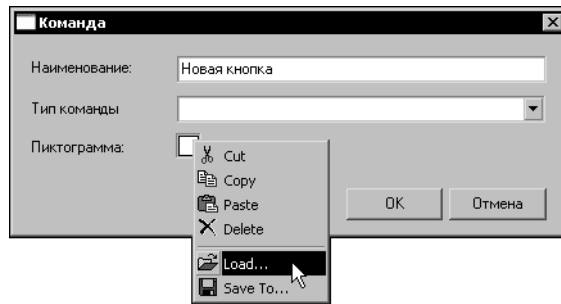

Рис. 18.7. Операции над пиктограммой кнопки
4. Выберите пиктограмму для кнопки — установите указатель на контуре пиктограммы, нажмите правую кнопку мыши и в контекстном меню выберите команду **Load...** (рис. 18.7). В диалоговом окне **Открыть** выберите пиктограмму2 для кнопки, предварительно подготовленную в формате \*.bmp, и нажмите кнопку **Открыть**.
3. Щелчком правой кнопки мыши на пиктограмме откройте контекстное меню и выберите команду **Сору** (рис. 18.7). Нажатием кнопки **Отмена** закройте окно **Команда**.
5. Щелчком правой кнопки мыши на контуре пиктограммы откройте контекстное меню и выберите команду **Paste** (рис. 18.7). Скопированное ранее изображение будет вставлено в параметры кнопки. Нажатием кнопки **ОК** закройте окно **Команда**.
4. Выберите пиктограмму для кнопки — установите курсор на контуре пиктограммы, нажмите правую кнопку мыши и в контекстном меню выберите команду **Load...** (см. рис. 18.7). В диалоговом окне **Открыть** выберите пиктограмму2 для кнопки, предварительно подготовленную в формате *\*.bmp*, и нажмите кнопку **Открыть**. Напомним, что пиктограмма может быть присвоена кнопке с помощью процедур копирования и вставки — эти операции подробно рассмотрены в подразделе 18.3.2.